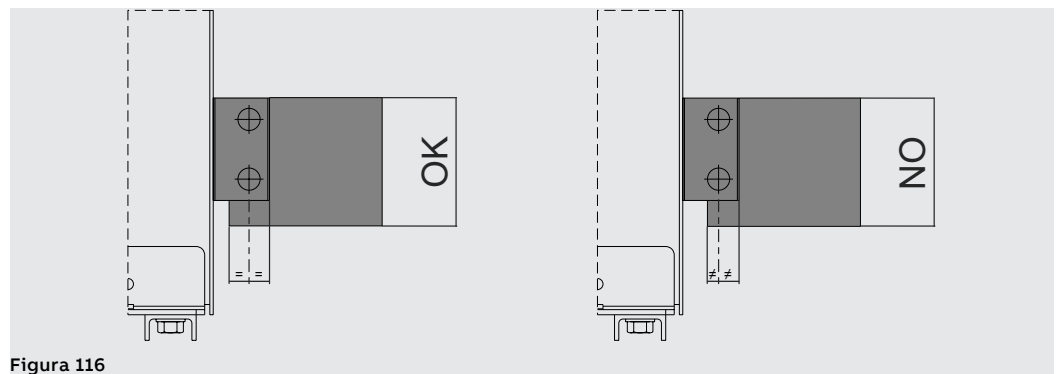

Figura 116
- Garantizar que la distancia entre los agujeros y los extremos del terminal y entre los agujeros y los extremos de la barra sea la misma. Véase ejemplo Figura 116.